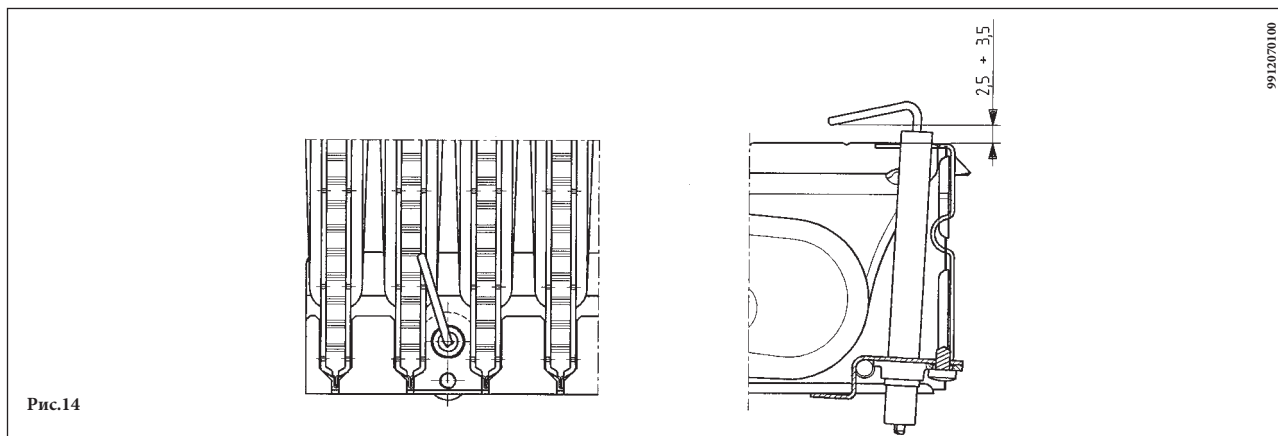

Рис.14
- открыть кран слива бойлера (Рис.14);